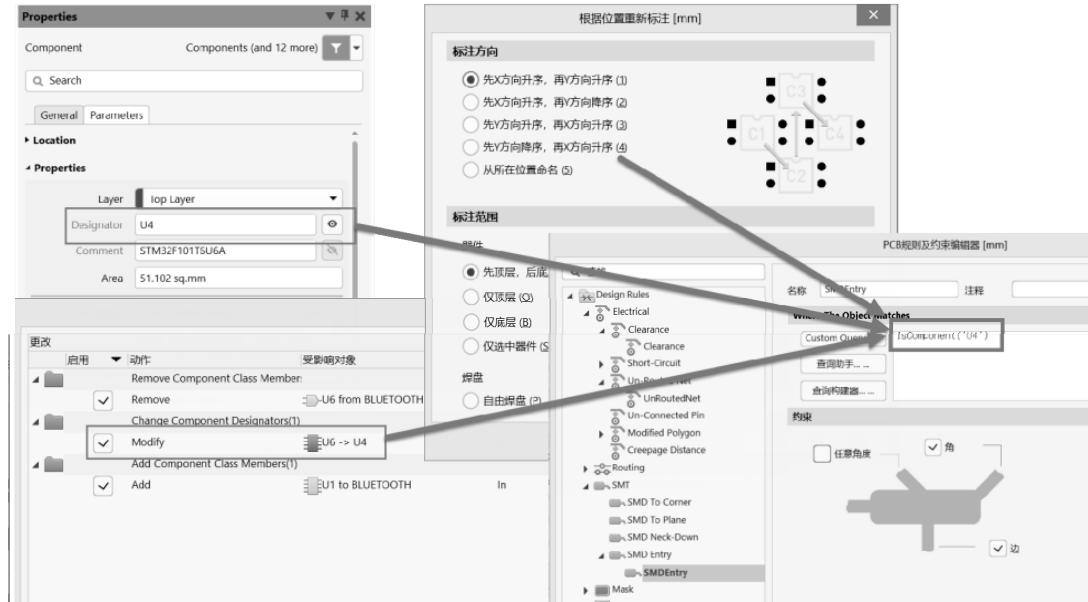

图 1-8 设计规则中元件标识符的自动更新示意图
在之前版本中，对 PCB 元件标识符所做的更改并没有同步更新到自定义的、标识符特定的设计规则中，而是必须手动更新。当 PCB 元件标识符出现以下情况时，启用该新功能可同步更新到设计规则中：①重新标注；②经 ECO 更新；③在 PCB 中手动编辑。设计规则中元件标识符的自动更新示意图如图 1-8 所示。